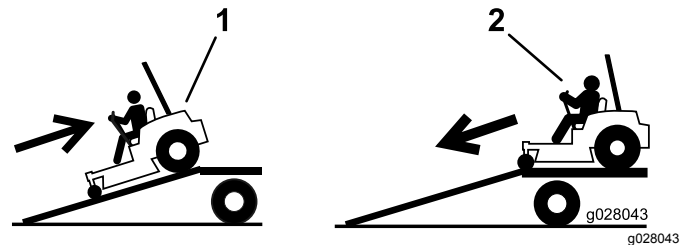

Figura 38
2. Baje la máquina por la rampa conduciendo hacia adelante (Figura 38).